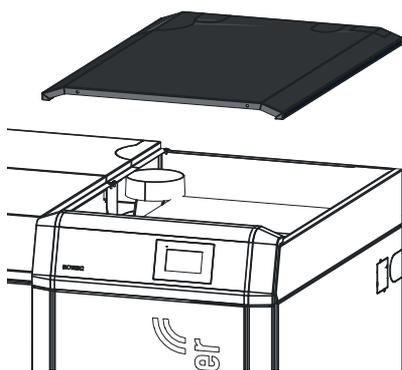

Fig. 58 Verkleidungsdeckel und Isolierung entfernen
- ▶ Verkleidungsdeckel und Isolierung über Nachheizflächen-Deckel entfernen – Fig. 58.